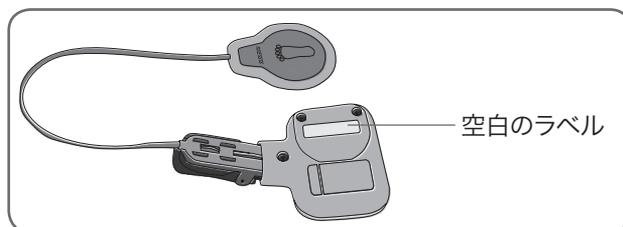

図 36 :システム ID 番号を記入するための歩行センサーのラベル
7. NESS L300 キャリングケースのシステムID 番号(例:A334)を見つけて、新しい歩行センサー裏面の小さいラベルに記入してください(図 36 を参照)。この番号でセンサーがどのシステムに登録されているかがわかります。